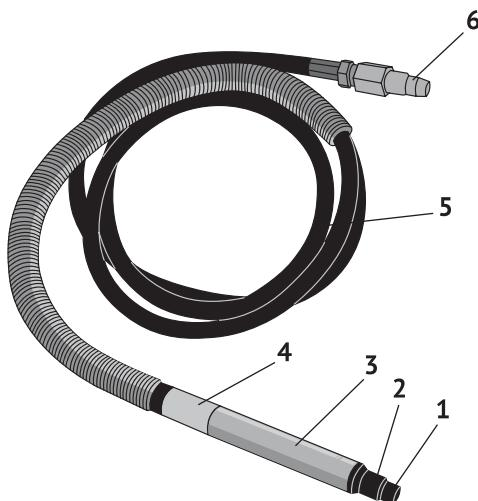

рис. 1
Включение гравёра осуществляется поворотом кольца выключения (рис.1 поз.4) по часовой стрелке. Отключение гравёра осуществляется поворотом кольца против часовой стрелки.
4.1 Общий вид гравёра схематично представлен на рис. 1
Основные элементы гравёра: ротационный пневмодвигатель и пусковое устройство расположены в металлическом корпусе (рис.1 поз.3), выполненном в виде карандаша. Такая форма удобна как для работы при хвате «пером» (работа с мелкими надписями, деталями), так и при охвате инструмента всей ладонью.
В передней части гравёра расположен цанговый патрон (рис.1 поз.2) в который крепятся насадки для проведения различных работ.
Включение гравёра осуществляется поворотом кольца выключения (рис.1 поз.4) по часовой стрелке, открывая доступ сжатого воздуха к пневмодвигателю. Отключение гравёра осуществляется поворотом кольца против часовой стрелки.
- зафиксировать ключом цанговый патрон (рис.1 поз.2);
- вторым ключом (ключи входят в комплект поставки) ослабить гайку цанги (рис.1 поз.1);
**6.4 Перед соединением шланга для подачи воздуха с гравёром, его необходимо предварительно продуть. Добавьте 4 - 5 капель масла во входной штуцер (рис.1 поз.6) шланга гравёра для смазки внутренних механизмов.**
- подсоедините один конец воздушного шланга к компрессору, а второй – к входному штуцеру (рис.1 поз.6) шланга пневматического гравёра;